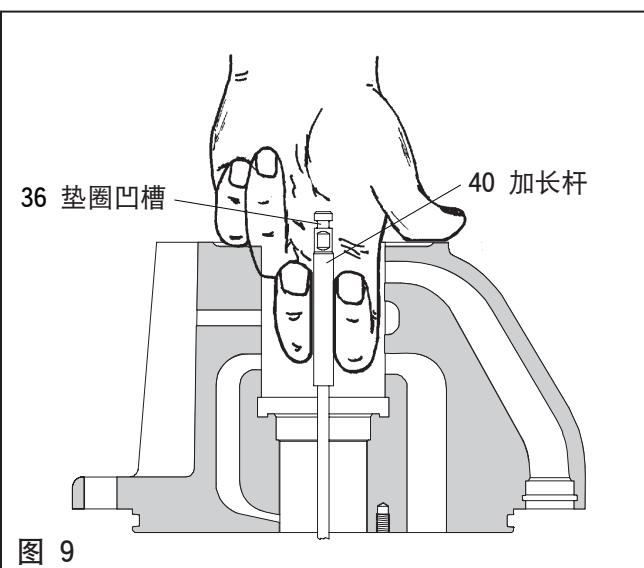

图 9
26. 将垫圈 (44) 放在加长杆 (40) 之上。
27. 用两只手指握住，向上拉起加长杆 (40) (如下图 9 所示)。